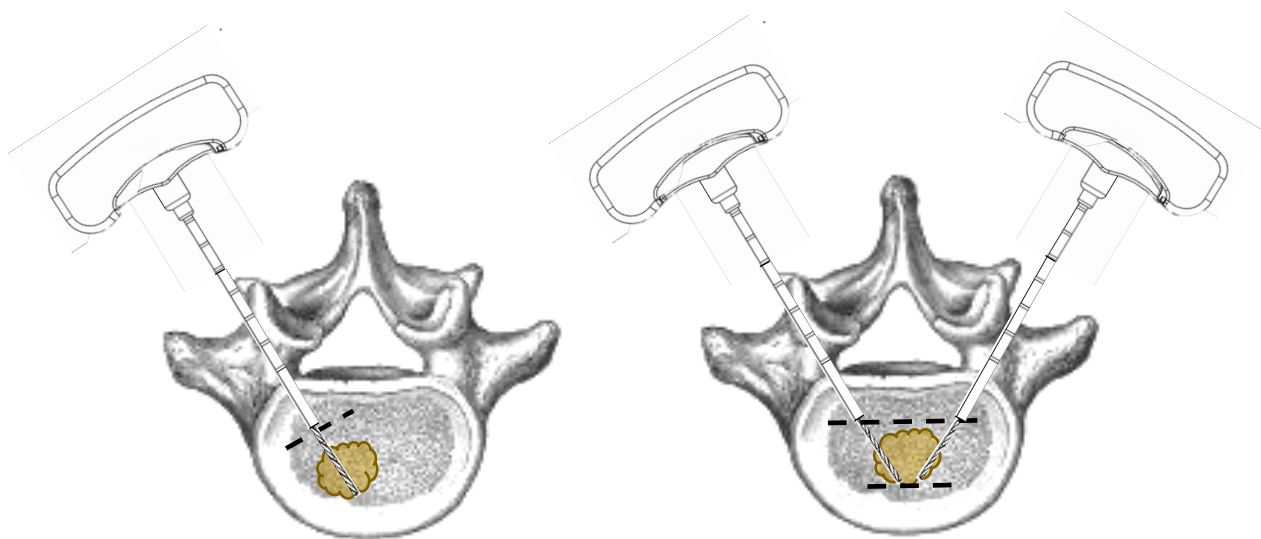

Figura 13 - Limiti posteriori quando si utilizza Drill
- I confini anteriori e posteriori devono essere sempre rispettati (Figura 13).